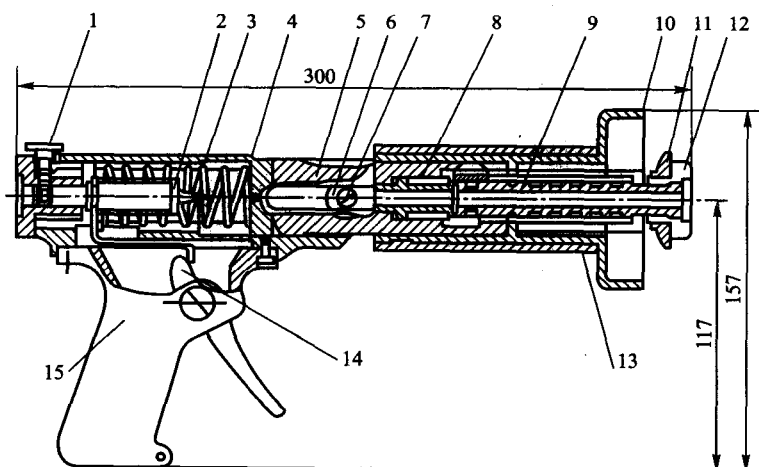

图 1-24 射钉枪器体构造示意图
(1) 射钉枪的构造:射钉枪主要由器体和器弹两部分组成。
① 器体部分构造 主要由垫圈夹、坐标护罩、枪管、枪体撞针、扳机等组成,如图 1-24 所示。其前部可绕轴门扳折转动 45°。